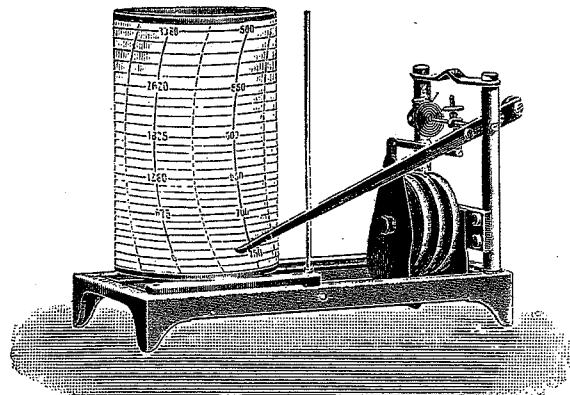

Bild 10.
Barograph for manned balloons. (Fig. 10).
*Barographe pour ballons montés (Fig. 10).